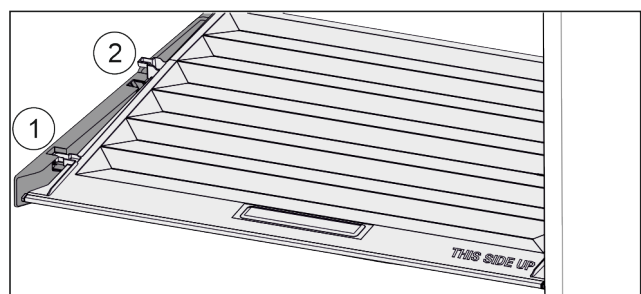

Fig. 91
- ▶ Deslice la tapa hacia adelante hasta la abertura de las piezas de sujeción Fig. 91 (1).
- ▶ Levántela por detrás desde abajo y retírela tirando hacia arriba Fig. 91 (2).